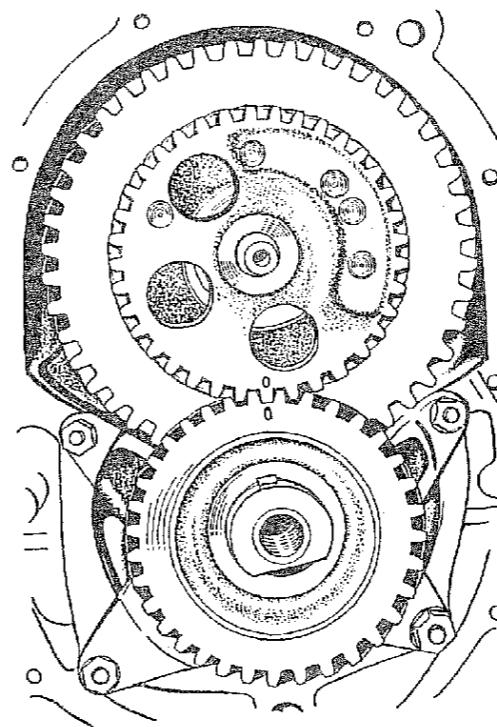

Рис. 32. Совмещение меток шестерен привода балансирующего вала
3.8. Установить на балансирный вал упорную шайбу 35, шпонку 46 и вставить балансирный вал 7 в отверстие распределительного вала со стороны крышки распределительных шестерен, совместив метки на торцах шестерен привода балансирного вала (рис. 32).